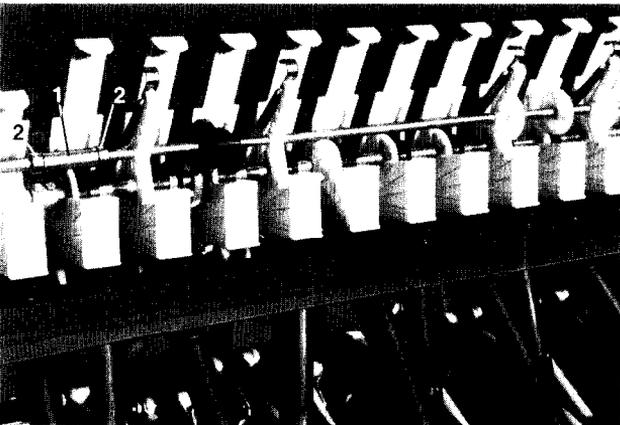

Fig. 104
- Una brida (fig. 104/1), que sujeta axialmente el eje de accionamiento, se apoya en una cavidad en la boca de siembra. Esta sujeción se extrae de dicho apoyo al abatir el eje de accionamiento y se vuelve a sujetar tras un montaje correcto. La brida (fig. 104/1) se sujeta axialmente al eje de accionamiento mediante anillos de fijación (fig. 104/2).
La fig. 104 muestra el eje de siembra para judías instalado.